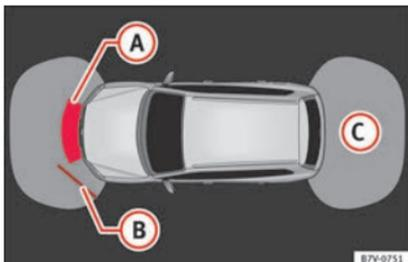
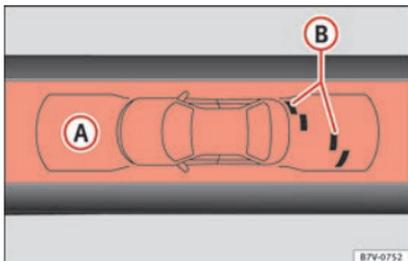

Fig. 210 Indicação do OPS no ecrã: (A) detetou-se um obstáculo na zona de colisão; (B) detetou-se um obstáculo no segmento; (C) zona registada atrás do veículo.
Fig. 211 Indicação do OPS no ecrã: (A) detetou-se um obstáculo no segmento; (B) zona registada à frente do veículo.
A zona na qual são detetados obstáculos estende-se na frente do veículo até uma distância de cerca de 120 cm e para o lado até 60 cm » **Fig. 211 (B)**. Atrás do veículo, a zo-
na analisada alcança uma distância até 160 cm e cerca de 60 cm para os lados » **Fig. 210 (C)**.
O gráfico apresentado representa as zonas controladas em vários segmentos. À medida que o veículo se aproxima de um obstáculo, mais se aproxima o segmento ao veículo representado » **Fig. 210 (B)** e » **Fig. 211 (A)**. No máximo, quando é apresentado o penúltimo segmento, chegou-se à zona de colisão.